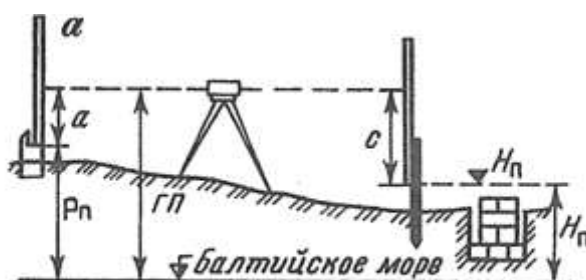

Рис. 1. Схема разбивки и контрольных высот фундамента
5. Выставьте проектную высоту верха фундамента на обноске (рис. 1), если высота репера  $P_n = 33,711$ , отсчет по рейке  $a = 0613$ , проектная высота фундамента  $H_n = 31,825$ .